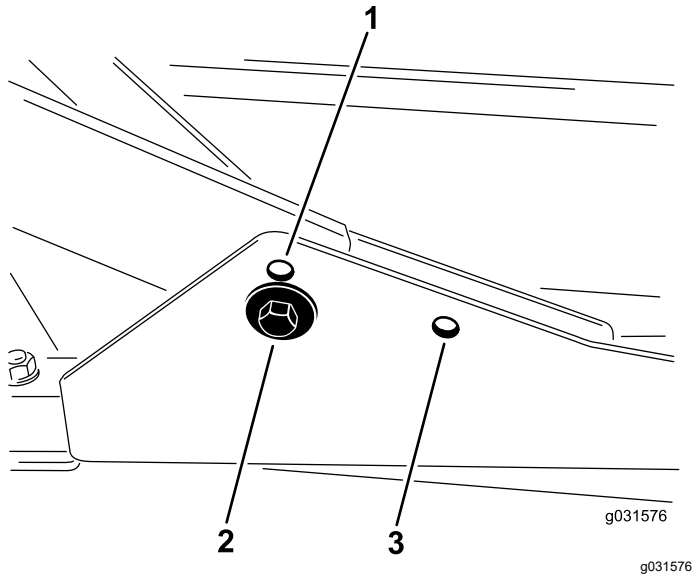

Bild 16
1. Befestigen Sie die vorderen Trägerrahmen für Schnitthöhen von 2 cm bis 7,6 cm in den unteren vorderen Befestigungslöchern (Bild 16).
2. Befestigen Sie die vorderen Trägerrahmen für Schnitthöhen von 6,3 cm bis 10 cm in den oberen vorderen Befestigungslöchern (Bild 16).
Befestigen Sie das Heckschneideinheit für alle Schnitthöhen in den hinteren Befestigungslöchern (Bild 16).